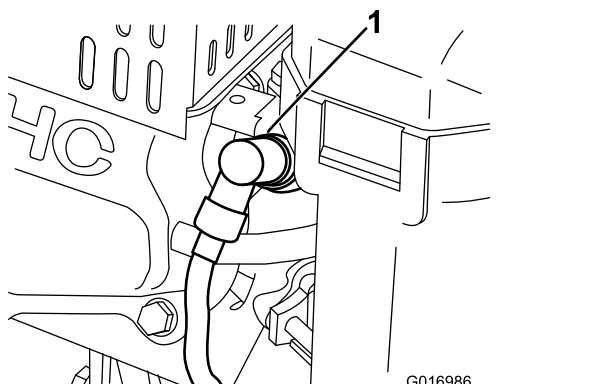

Bild 33
1. Ziehen Sie den Zündkerzenstecker ab (Bild 33).